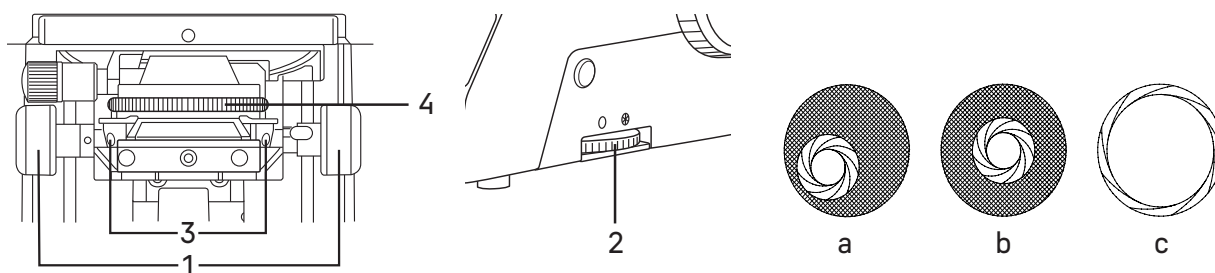

Рис. 17. Центрировка конденсора
- Наблюдая в окуляры, прикройте полевую и апертурную диафрагму, так чтобы была освещена только центральная часть поля зрения – рис. 17-а.
- Приведите изображение в центр поля зрения окуляра с помощью центрировочных винтов конденсора **3** – рис. 17-б. Винты центрируются отверткой.
- Раскройте полевую диафрагму немного больше, чем размер поля зрения – рис. 17-с. Может потребоваться дополнительная центрировка.